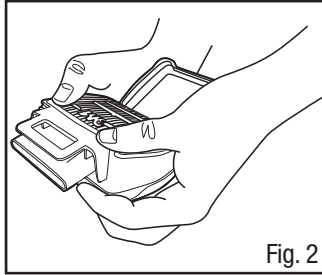

Fig. 2
2. Alinee la mitad más grande del retenedor con la parte posterior (lado plano) del cartucho. Con ambas manos, presione el retenedor sobre el cartucho y asegúrese de presionar las cuatro esquinas del cartucho y el retenedor del filtro (Fig. 2). El retenedor del filtro tiene indicadores de puntos de contacto en cada esquina. Debe escuchar el clic del retenedor cuando se ajusta en su lugar.